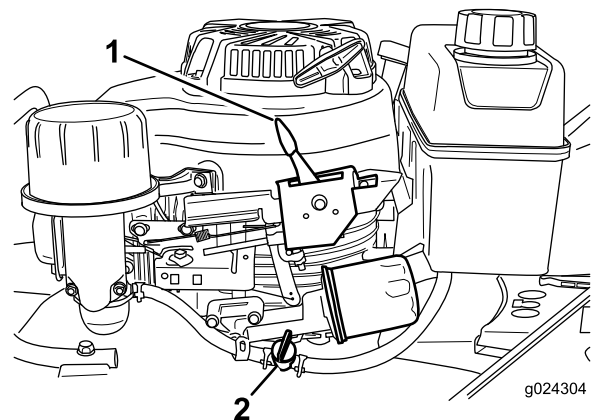

Figura 16
2. Abra la válvula de combustible moviendo la palanca de la válvula de combustible a la **derecha** (Figura 16).
Nota: Cierre la válvula de combustible moviendo la palanca de la válvula de combustible (Figura 16) hacia la **izquierda** si no va a arrancar el motor poco después